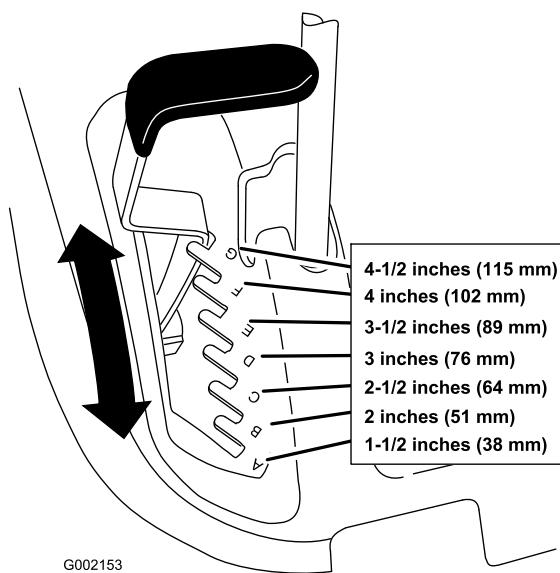

Figura 14
1. Eleve a alavanca de altura de corte para a posição de transporte (também a posição da altura de corte de 114 mm (Figura 14)).
2. Para ajustar, empurre a alavanca de altura de corte e mova-a para a posição desejada (Figura 14).